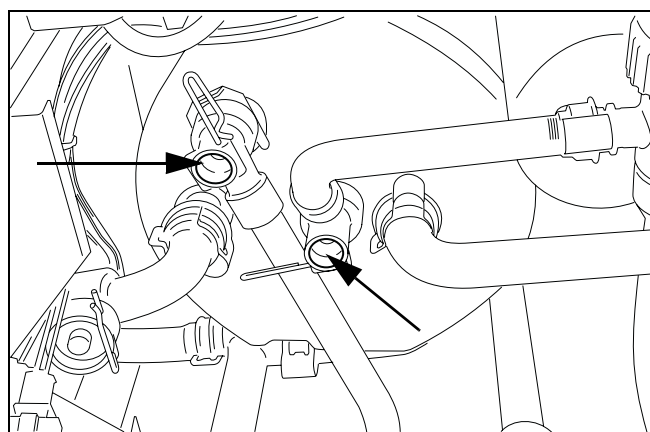

fig. 40 Skylning af varmtvandsbeholderen
- Standby- og brugsvandføler trækkes ud og tilslutningerne (fig. 40) benyttes til at monterer tilslutninger til afkalkningsapparatet.